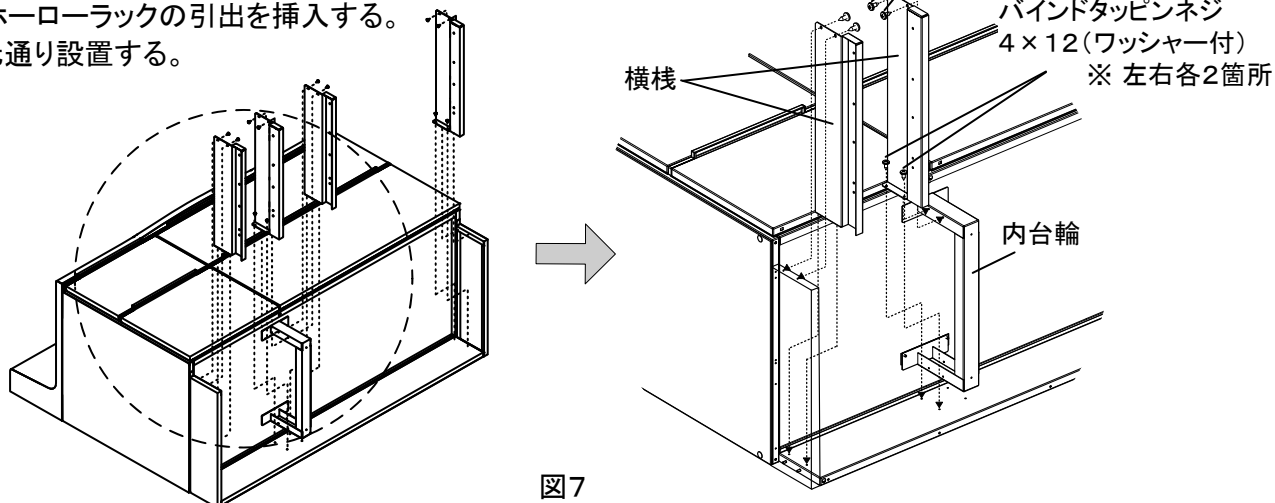

図7
- ③キャビネットを倒した状態のまま、②で残った左右の横棧をキャビネットの横台輪と内台輪、後板の左右各4ヶ所ずつで固定する。(図7)
- ④反対側も同様に③の手順で横棧を固定する。
- ⑤取付け完了後、キャビネットを起こす。
- ⑥そこまでホーローラックの引出を挿入する。
- ⑦トレーを元通り設置する。